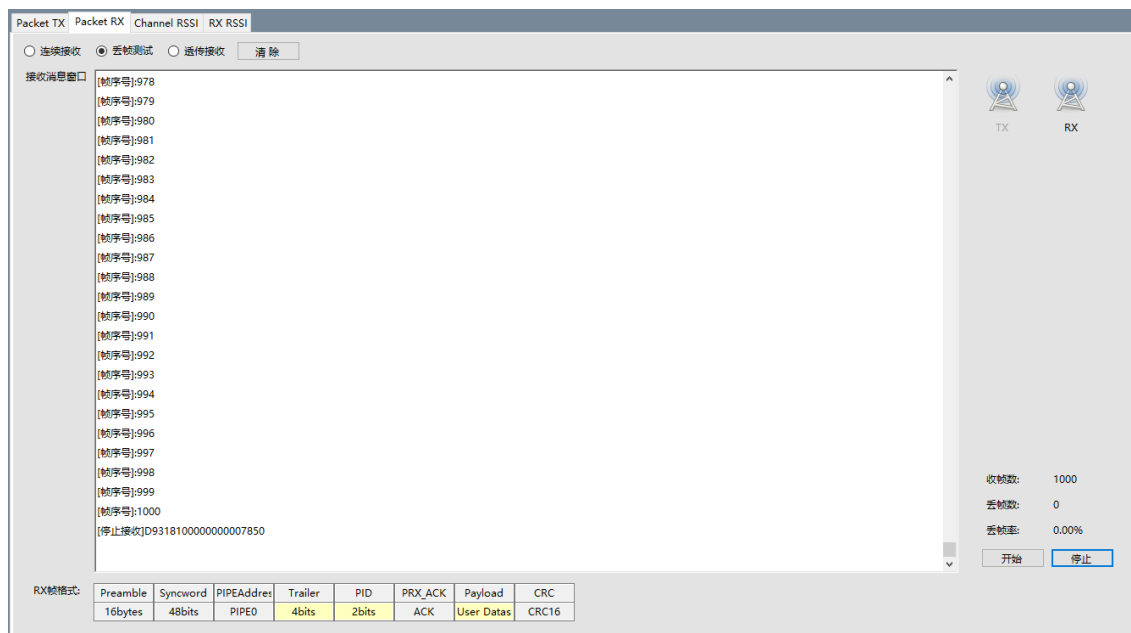

图 3-28 HW2000B Packet RX 接收页面
- ◇ 丢帧测试模式：此模式可以统计丢帧率，发送端固定发送一定的帧数，接收完毕后，点击“停止”按钮，系统会根据收帧数和丢帧数，自动计算出丢帧率。例如，发送端发送 1000 帧数据，丢帧数为 1，接收端接收到 999 帧数据，故丢帧率为 0.10%，如图 3-28 所示。